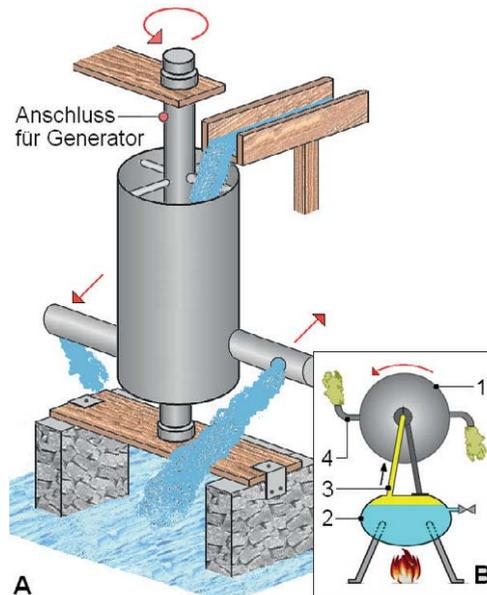
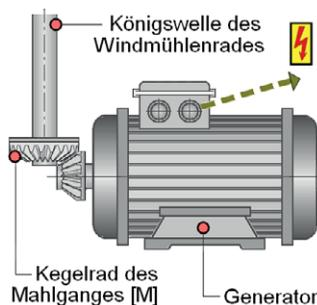

Bild 12.1 Reaktionsturbine
Bild 12.3 Windmühle/Wasserrad mit Generator
Ab etwa 1890 dienten Windmühlen weltweit auch der Stromerzeugung. In diesem Fall wurde der Mahlgang entfernt – an seiner Stelle wurde ein Generator mit der Königswelle verbunden (siehe auch Bild 12.3).
Eine der ersten mit Wasser betriebenen Strömungsmaschinen ist in Bild 12.1 dargestellt. Die Maschine erinnert stark an den Heronsball (Bild 12.1 B - [88]), erfunden von Heron von Alexandria († ca. 100 n. Chr.).
Rohr gestalteten Halterungen ③ nach oben (↑) in die Kugel ① gedrückt. Der Dampf strömt wegen des nun auch in der Kugel herrschenden Überdruckes durch die beiden Düsen ④ ins Freie und versetzt die Metallkugel in eine Drehbewegung. Ähnlich arbeitet die in Bild 12.1 A dargestellte Apparatur/Reaktionsturbine. Wie erkennbar strömt ständig Wasser in einen um eine Mittelachse beweglichen stehenden Hohlzylinder. Im unteren Teil des Zylinders sind in zwei Auslegern Austrittsdüsen angebracht. Das aufgrund des statischen Druckes der Wassersäule im Zylinder durch die Düsen ausströmende Wasser versetzt den Zylinder infolge des Rückstoßes in Drehung. Die sich mit dem Zylinder drehende Achse treibt den Generator an – es wird Strom erzeugt [78] [88].
1880 wurden nach Erfindung des Generators in England das erste Wasserkraftwerk bzw. die Windmühle zur Stromerzeugung in Betrieb genommen. Wie in Bild 12.3 zu erkennen ist, wurde hierzu z. B. die Welle zum Antrieb des Mahlganges [M] einer mit Wind angetriebenen Kornmühle anstelle des Mahlwerkes mit einem Generator verbunden – siehe hierzu Bild 6.2 Detail [1] (Galerie-Windmühle). Ebenso könnte auch die Nockenwelle [5] des Wasserrades aus Bild 12.1 mit dem Generator verbunden werden.